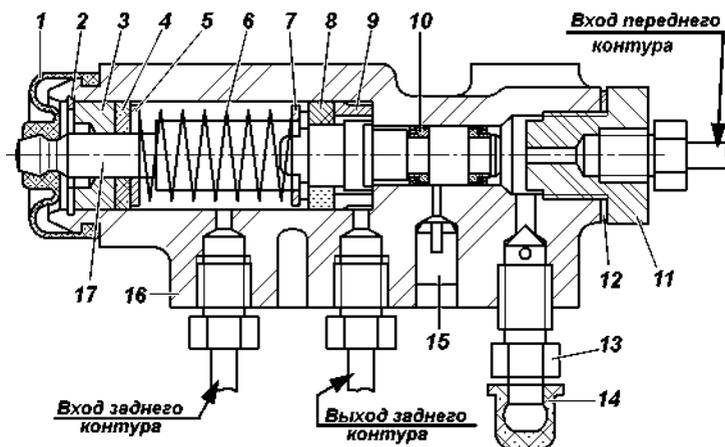
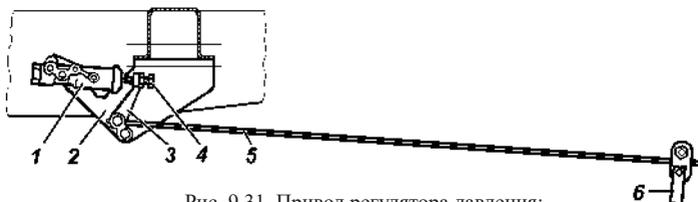

Рис. 9.30. Регулятор давления:
Рис. 9.31. Привод регулятора давления:
**Регулятор давления.** На автомобилях, не оснащенных антиблокировочной системой тормозов, устанавливается механический регулятор давления, действующий на задние тормоза (рис. 9.30), который обеспечивает оптимальное распределение тормозных сил по осям автомобиля и не допускает опережающую блокировку задних колес. При обслуживании проверяйте работоспособность регулятора давления. Очищайте регулятор от грязи и проверяйте надежность его крепления. Внешним осмотром убедитесь, что регулятор и детали его привода не имеют повреждений, отсутствуют подтекания тормозной жидкости и люфты в соединении стойки с упругим рычагом и кронштейном на заднем мосту.
При нажатии на педаль тормоза поршень 17 (рис. 9.30) регулятора давления должен выдвинуться из корпуса на 1,7 - 2,3 мм. Отсутствие хода поршня, а также его недостаточный или чрезмерный ход свидетельствует о неисправности регулятора или его привода.
В процессе эксплуатации и при замене задних рессор необходимо регулировать усилие упругого рычага 5 (рис. 9.31) на поршень регулятора. Регулировку производите в следующей последовательности:
2. Ослабьте контргайку регулировочного болта 4 (рис. 9.31) и отверните болт на 2-3 оборота.
3. Заверните болт 4 (рис. 9.31) до соприкосновения его с хвостовиком поршня 17 (рис. 9.30) регулятора.